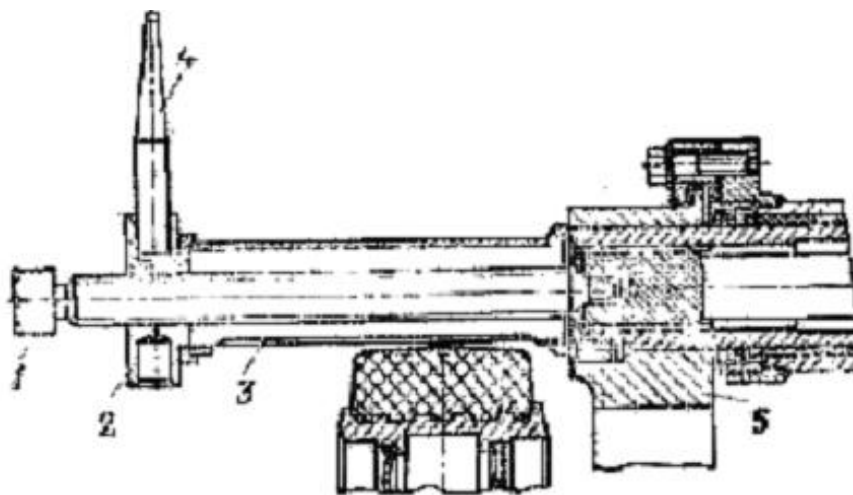

Рисунок 58 - Демонтаж торсионных валов:
- установить съемник, завернув винт 1 (рисунок 58) в торец торсионного вала до упора, при этом большая наставка 3 должна упираться в торец рычага 5;